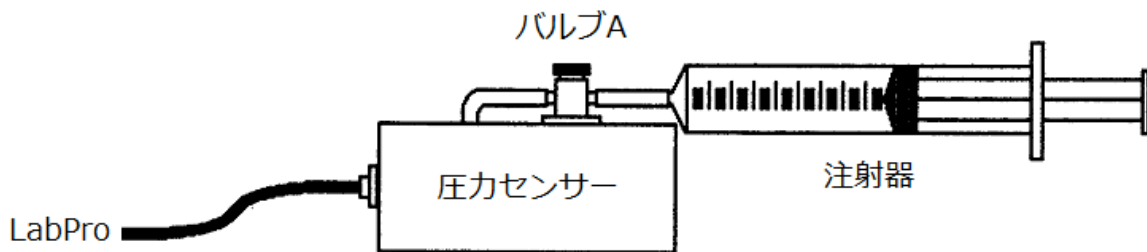

図1 装置の概観
この実験の目的は、気体の圧力と体積の関係を決定することである。この実験では、気体として空気を使用し、図1に示したように圧力センサーに接続された注射器の中に封じ込める。ピストンを動かすことによって注射器の体積が変化した時、封入された気体によって及ぼされる圧力に変化が生じる。この圧力変化は、圧力センサーに接続されたグラフ電卓表示される。この実験
- ① 実験を開始するために圧力センサーと空気を用意する。
- ・注射器を図1に示したように圧力センサーのバルブにねじ込んで接続する。バルブが開いている状態では、バルブの側面の穴から空気の入りは自由な状態になっている。
- ② グラフ電卓の電源を入れ、**APPS** を押し、アプリケーション・メニューを起動する。